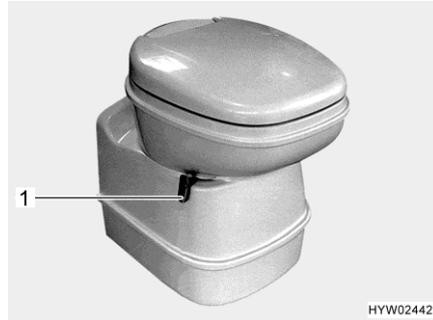
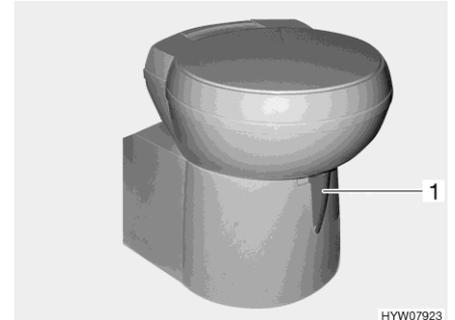

Bild 295 Thetford-Toilettenschüssel, schwenkbar
Bild 296 Thetford-Toilettenschüssel, schwenkbar (Alternative)
- Vor dem Spülen den Schieber der Thetford-Toilette öffnen. Dazu den Schieberhebel (Bild 295,1 bzw. Bild 296,1) entgegen dem Uhrzeigersinn schieben.